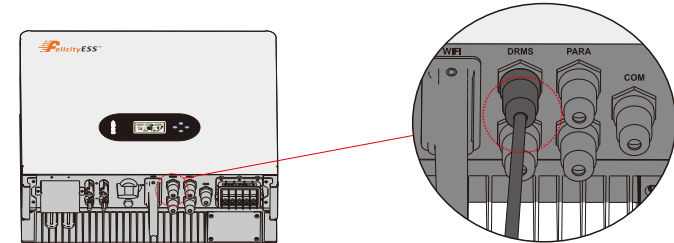

Abbildung 4.5-5 RJ45-Schnittstelle
Schritt 4. Schließen Sie die RJ45-Klemme an der richtigen Stelle des Wechselrichters an, siehe Abbildung 4.5-5.